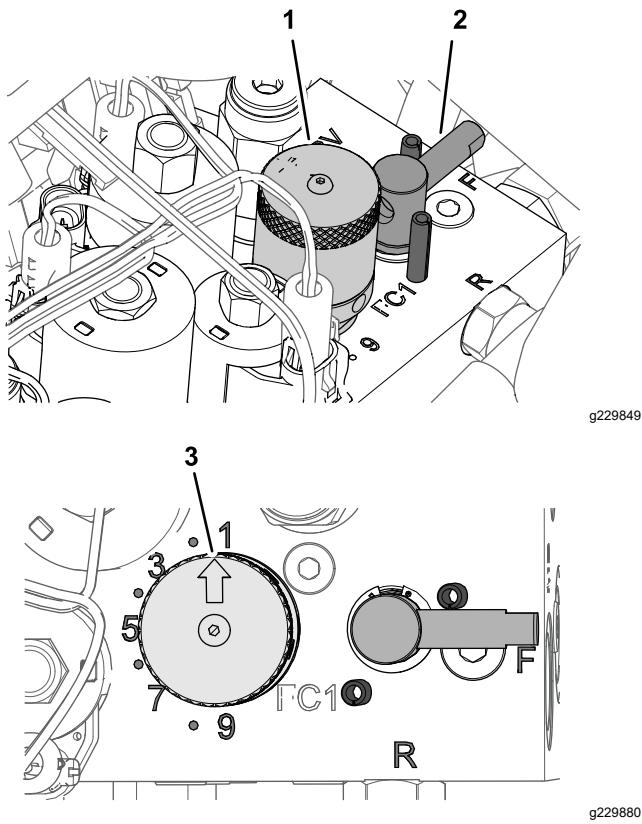

Bild 63
5. Stellen Sie die Spindeldrehzahl durch Drehen des Bedienelement-Handrads für die Spindeldrehzahl (Bild 63) ein, bis der Anzeigepfeil auf die Nummer zeigen, die Sie in Schritt 3 festgelegt haben.